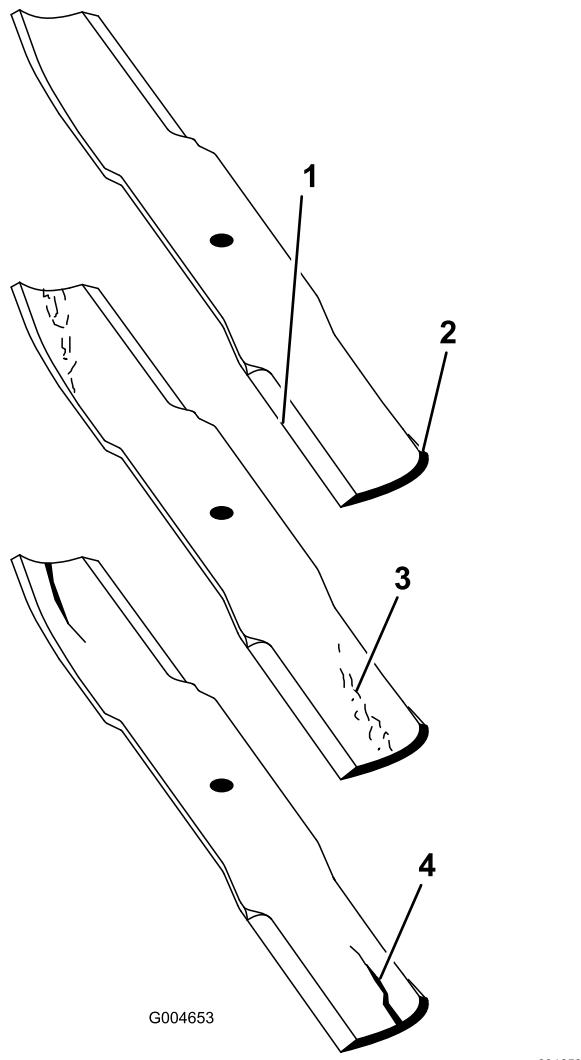

Figure 93
1. Examinez le tranchant des lames (Figure 93).
2. Inspectez les lames, et plus particulièrement l'ailette (Figure 93).
Remarque: Remplacez immédiatement toute lame endommagée, usée ou qui présente une entaille (Figure 93).